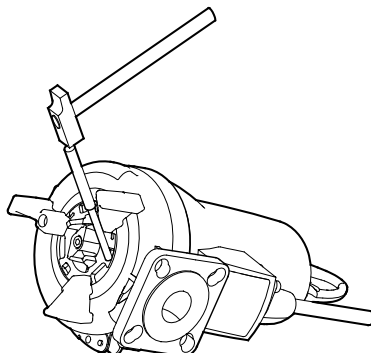

Рис. 11 Демонтаж кольца режущего механизма
2. Освободить кольцо режущего механизма (поз. 44), постукая по нему и повернув по часовой стрелке на 15-20 °. См. рис. 11.